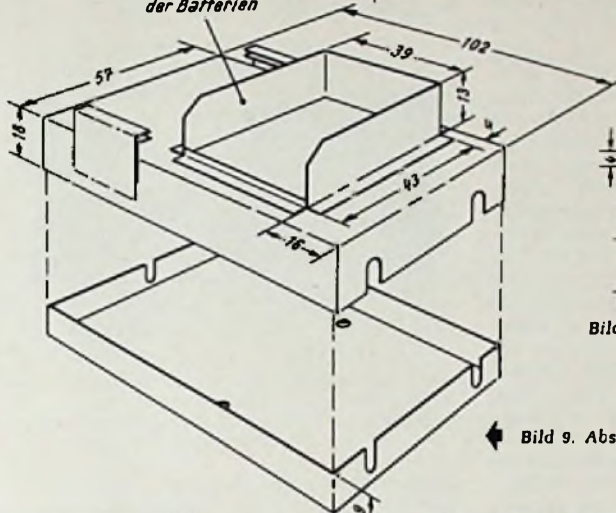

Bild 9. Abschirmbox für den Gleichspannungswandler
- Abschirmbox aus Weißblech gefertigt (nach Bild 9)